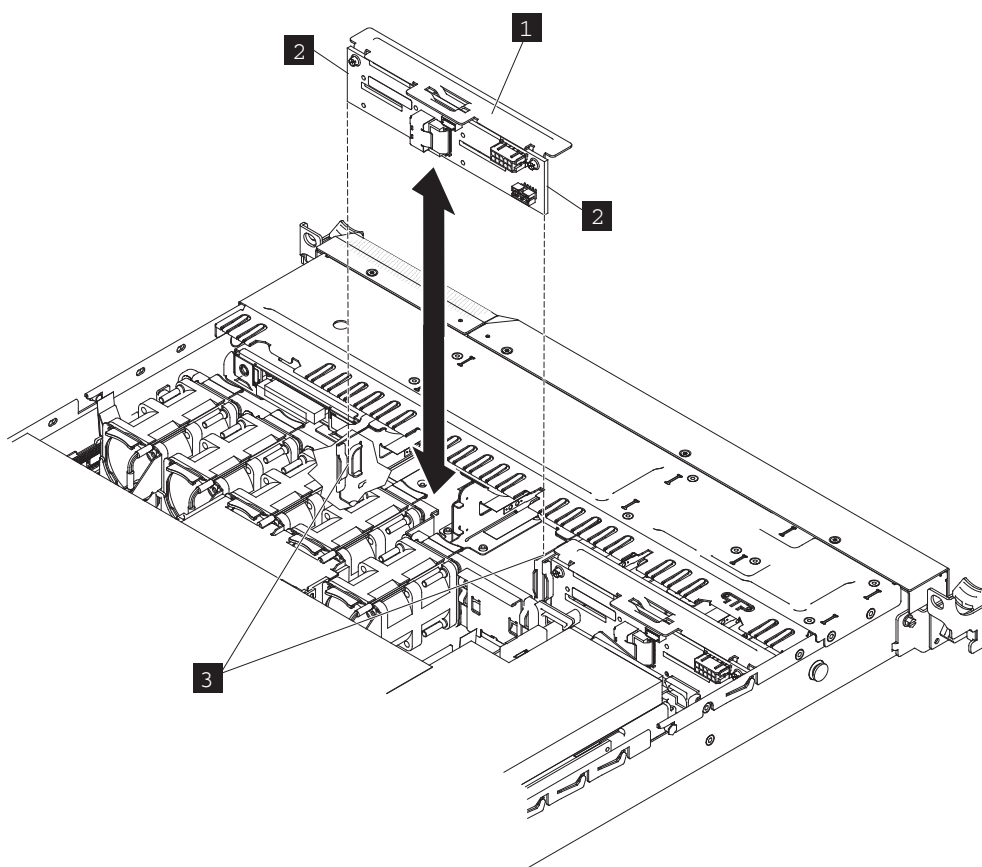
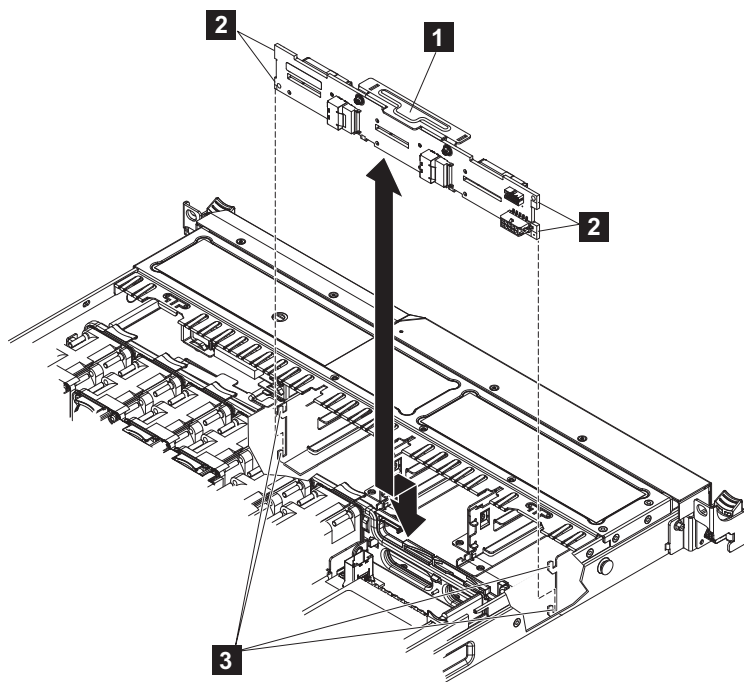

Figura 143. O painel traseiro de disco de inicialização do 2145-CG8
Figura 144. O painel traseiro do disco do SAN Volume Controller 2145-CF8
1. Alinhe as guias (**2** na Figura 143 na página 181 e Figura 144 na página 182) no no painel traseiro da unidade de disco aos slots no suport do painel traseiro (**3** on Figura 143 na página 181 and Figura 144 na página 182).